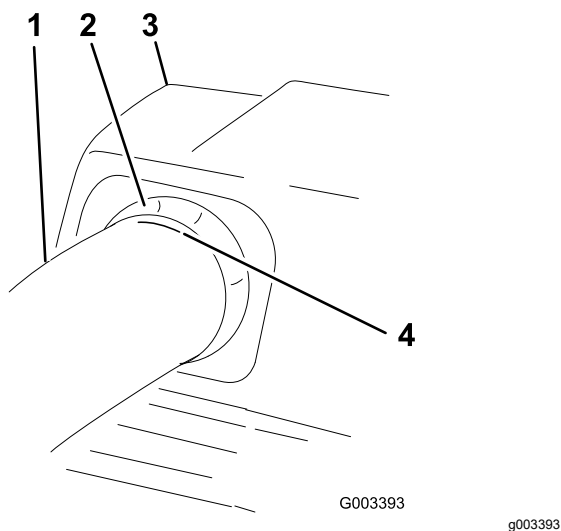

Figura 23
6. Una vez que obtenga la medida de 19 mm (¾"), marque el tubo superior en el exterior, en el punto donde sobresale el sello de goma (Figura 23).
Compruebe que la marca hecha en Figura 23 está todavía en su lugar.